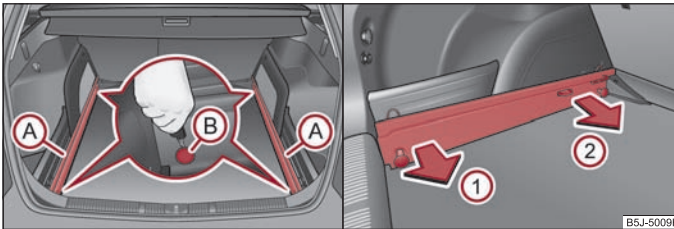

Abb. 63 Gepäckraum: Sicherungspunkte lösen / Tragschienen herausnehmen
- Lösen Sie die Sicherungspunkte (B) an den Tragschienen mit dem Fahrzeugschlüssel bzw. mit einem flachen Schraubendreher ⇒ Abb. 63.
- Fassen Sie die Tragschiene (A) an der Position (1) an ⇒ Abb. 63 und lösen Sie diese durch Ziehen in Pfeilrichtung. Um den Ausbau zu erleichtern, können Sie die herausnehmbaren Ablagefächer* herausnehmen ⇒ Seite 80, „Herausnehmbare Ablagefächer* im Gepäckraum“.
- Fassen Sie die Tragschiene (A) an der Position (2) an, lösen Sie diese durch Ziehen in Pfeilrichtung und nehmen Sie sie heraus.